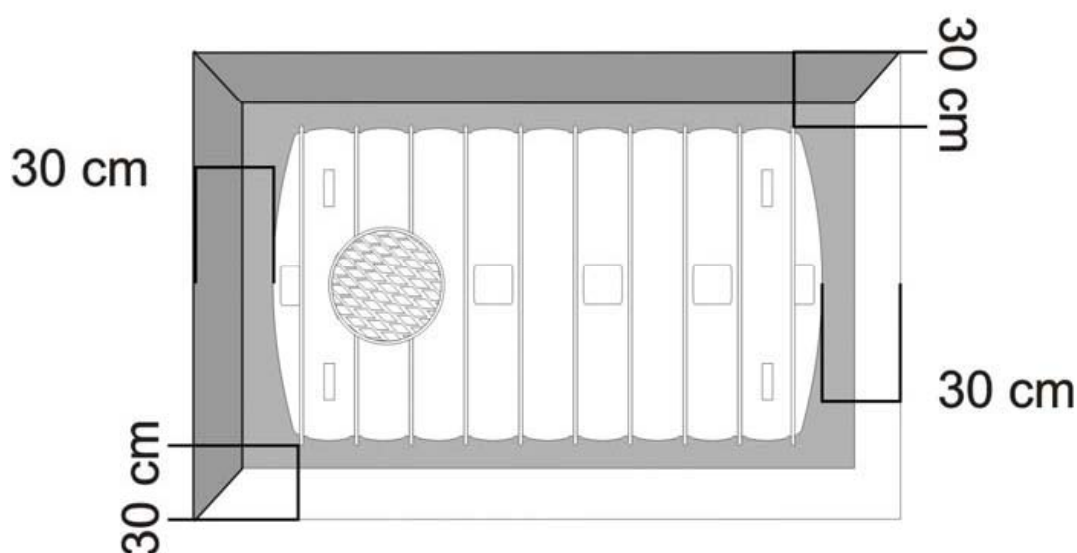

Fig. 3
1. Groapa în care se instalează separatorul trebuie să fie suficient de largă pentru a permite în timpul îngropării accesul la pereții jumătății de jos a acestuia. Dimensiunea gropii în care va fi plasat separatorul trebuie să fie săpată cu 30 cm în plus față de dimensiunile de gabarit ale separatorului (vezi fig. 3). La baza gropii se va realiza un drenaj pentru prevenirea acumulării de apă.